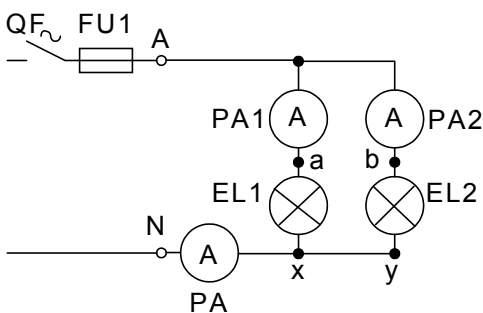

Рис.5
- собрать цепь (рис. 5).
6. Почему показание прибора РА, определяющего суммарный ток амперметров РА1 ( $I_1$ ) и РА2 ( $I_2$ ) в схемах рис. 5, 6, 7 в одних случаях равно арифметической сумме, в других - разности, а в третьих - промежуточному значению?
6. Чому показання приладу РА, що визначає підсумковий струм амперметрів РА1 ( $I_1$ ) та РА2 ( $I_2$ ) в схемах рис.5, 6, 7 в одному випадку дорівнює арифметичній сумі, в другому – різниці, а в третьому - проміжковому значенню?